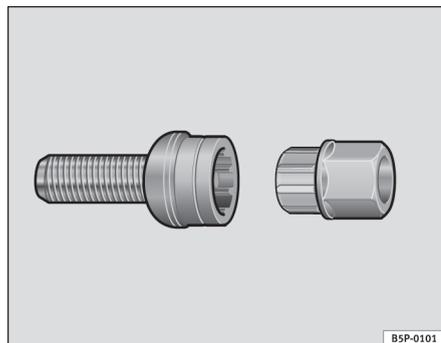

Fig. 193 Tornillo anti-
- Coloque el adaptador hasta el tope en el tornillo antirrobo de la rueda ⇒ fig. 193.